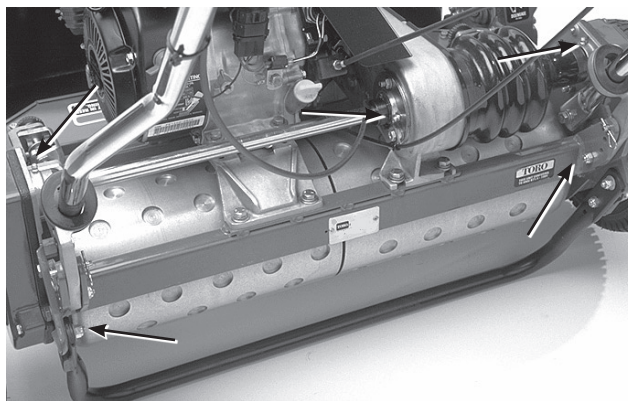

図25
- ・ ドラムの軸 (2ヶ所) (図25)
- ・ デファレンシャル (3ヶ所) (図25)